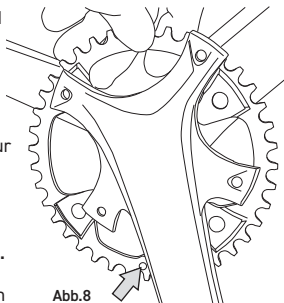

Abb.8
- **FÜR EKAR:** Positionieren Sie das neue Kettenrad auf dem Träger der Kettenradgarnitur. Sorgen Sie dafür, dass der Stift am Kettenrad mit der Kurbel übereinstimmt (**Abb. 8**).